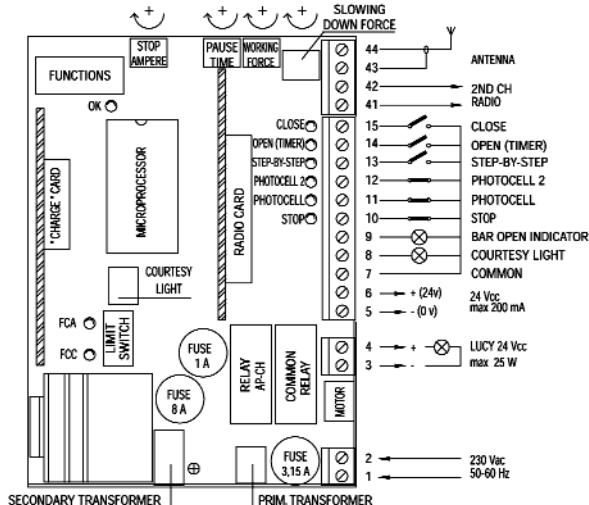

Рисунок. 3. Схема разводки
- A)** Выполнить необходимые соединения, следуя схеме, показанной на рис. 3. Помните о том, что существуют конкретные стандарты, которые следует соблюдать как в отношении безопасности электрических систем, так как и в отношении автоматических ворот